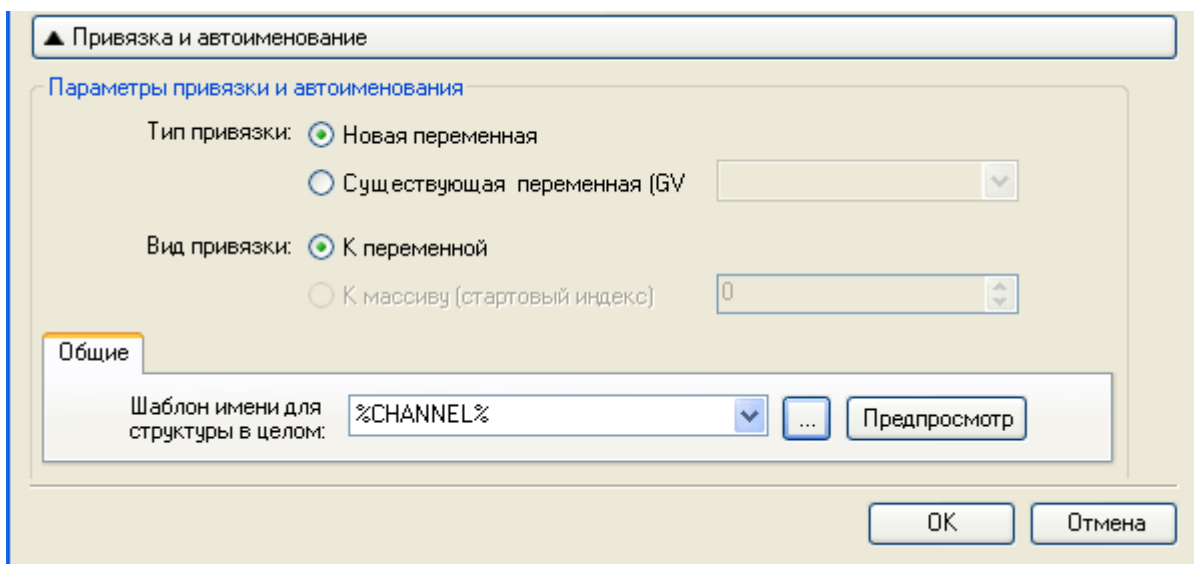

Рисунок 11 – Модуль ASDU. Задание параметров привязки и автонаименования
6.2 В группе переключателей **Тип привязки:** (рисунок 11) указать способ формирования переменной: